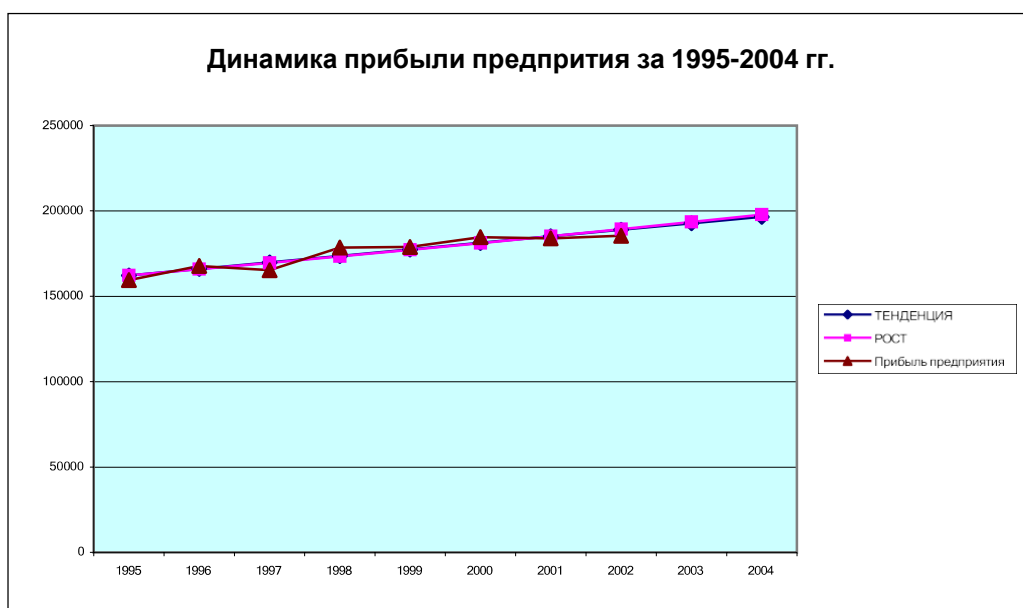

Рис. 4.8. Диаграмма «Динамика прибыли предприятия за 1995 – 2004 гг.
3. Для исходных данных и полученных рядов данных построим диаграмму, изображенную на рис. 4.8.